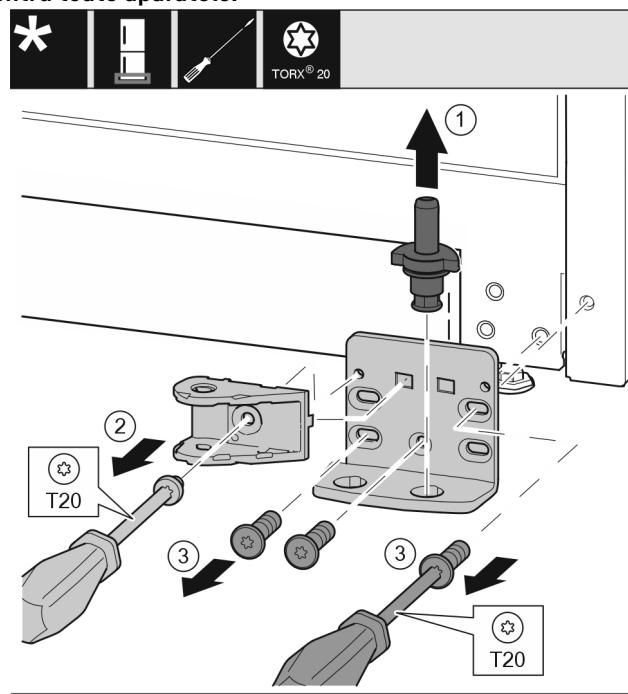

Fig. 34 *
- Extrageti complet bolţul de lagăr în sus. Fig. 34 (1)*
- Extrageti prin rotire şuruburile cu şurubelnīta T20 şi detaşaţi îmbinarea amortizorului de închidere. Fig. 34 (2)
- Extrageti prin rotire şi detaşaţi şuruburile cu şurubelnīta T20. Fig. 34 (3)*